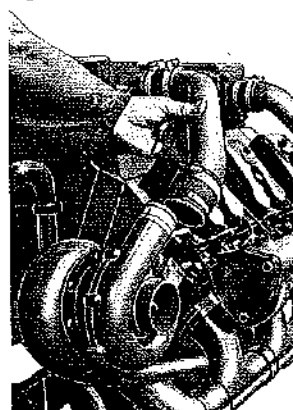
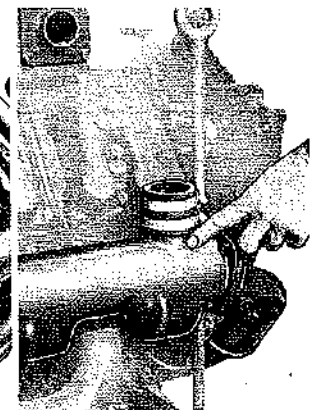

Fig. 101
Fig. 102
- Tubi da turbocompressore a scambiatore (Fig. 101) e da scambiatore a collettore d'aspirazione (Fig. 102).